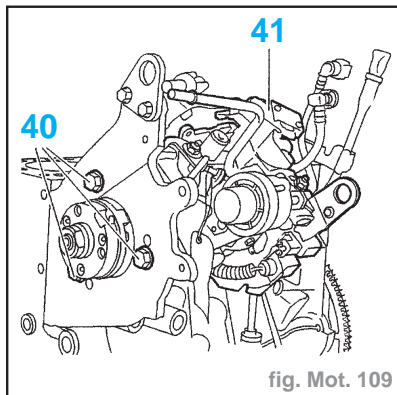

fig. Mot. 109
- Déposer (fig. Mot. 109) :
- les vis (40)
- la pompe d'injection (41)